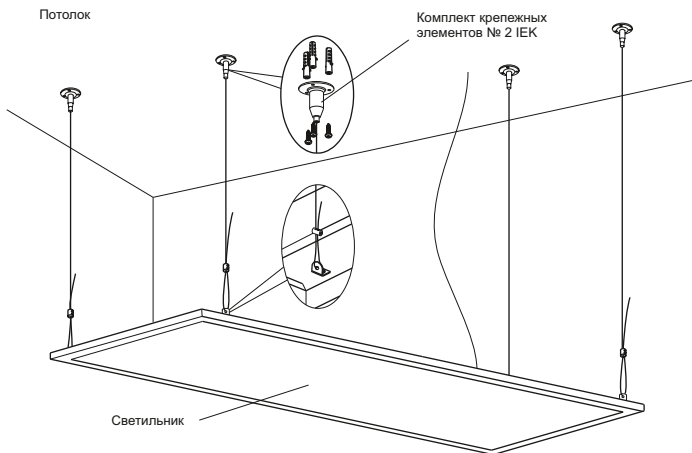

Рисунок 2
4.11 Подвесной монтаж светильника осуществляется с помощью комплекта крепёжных элементов № 2 IEK (рисунок 2). Комплект крепёжных элементов приобретается отдельно.